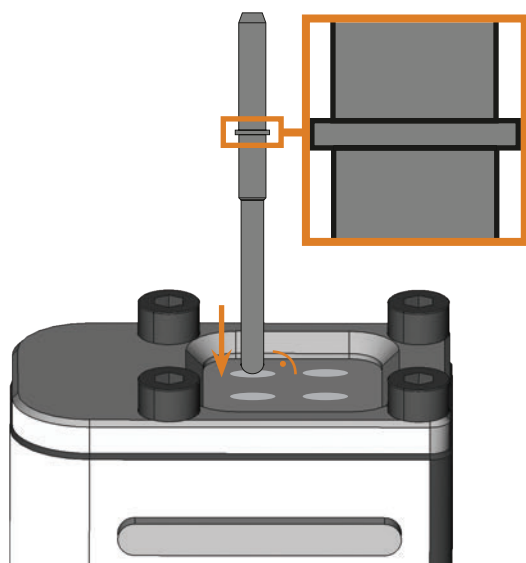

FIG. 17: INTRODUZIONE DELL'UTENSILE IN SENSO RETTILINEO NELLA POSIZIONE UTENSILE; ANELLO SULL'UTENSILE INGRANDITO RISPETTO AL REALE
- Inserire gli utensili in modo lineare nelle posizioni utensile e premerli all'interno finché l'anello poggia sulla gomma (☞ Fig. 17).